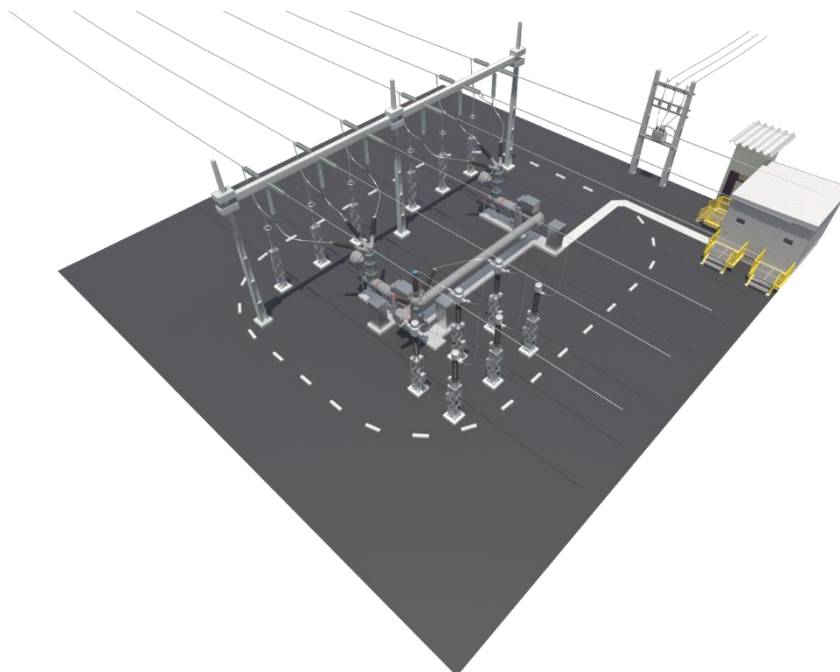
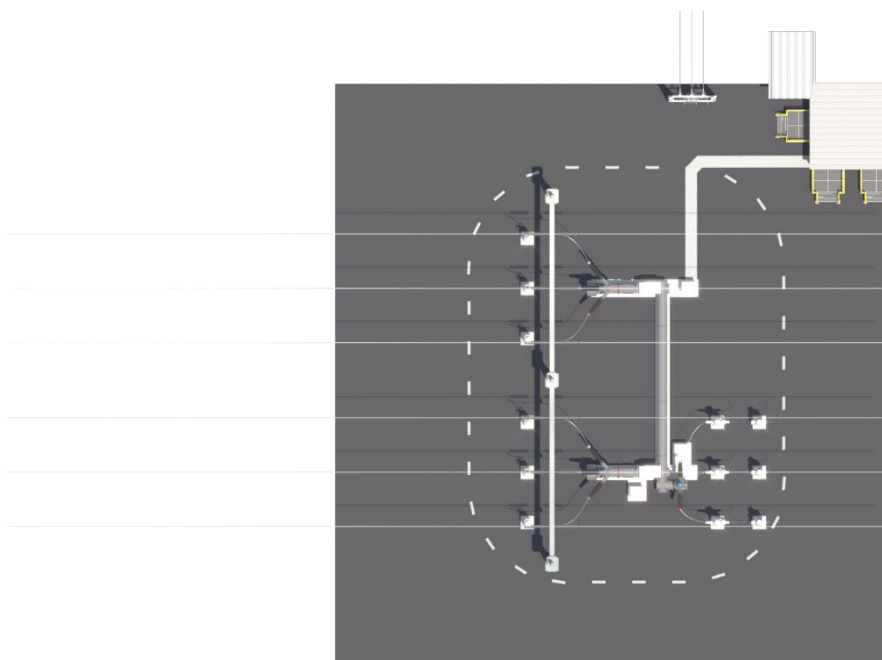
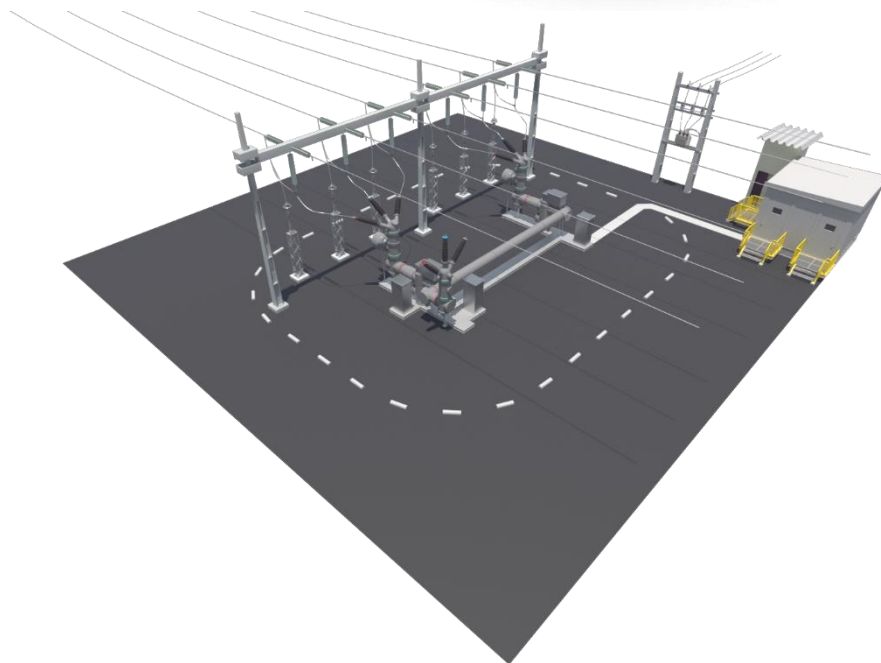
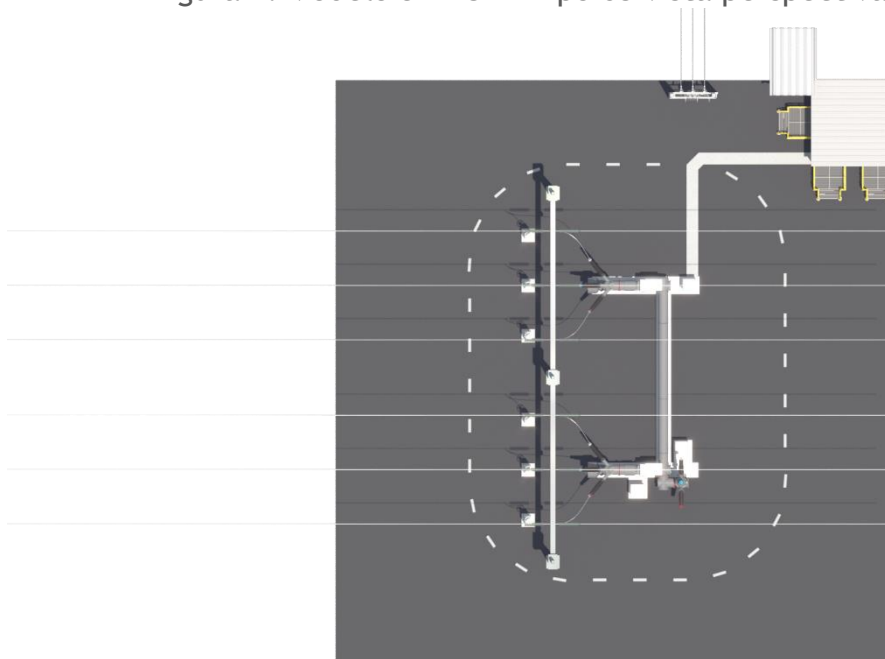

Figura 2: Modelo 3D - SED Tipo 05 vista em perspectiva com TC e TP
Figura 3: Modelo 3D - SED Tipo 05 vista superior com TC e TP
Figura 4: Modelo 3D - SED Tipo 05 vista perspectiva sem TC e TP
Figura 5: Modelo 3D - SED Tipo 05 vista superior sem TC e TP
A Figura 2 e a Figura 3 apresentam as vistas isométrica e superior, respectivamente, do modelo 3D da Tipo 05. Neste arranjo os transformadores de corrente (TC) e de potencial (TP) para medição e faturamento do acessante estão representados dentro do Tipo 05. A Figura 4 e a Figura 5 apresentam as vistas isométrica e superior,